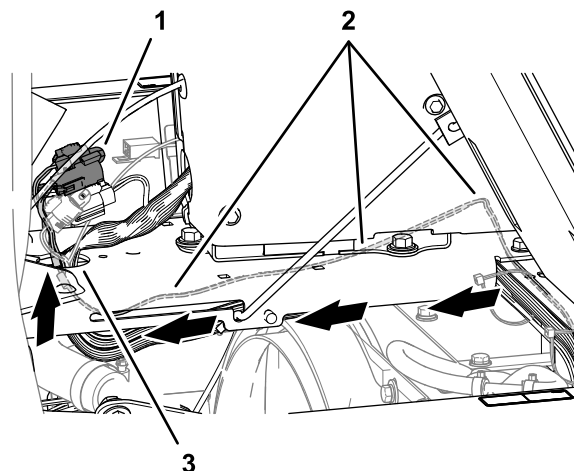

Figura 175
7. Enrute el arnés del Bus ISO-CAN por debajo de la base de la consola y junto al arnés de cables de la máquina (Figura 175).
8. Enrute el conector de 3 pines (marcado TO TORO CANBUS) y el conector hembra de 3 vías (marcado CAN PORT A) del arnés del Bus ISO-CAN por el orificio de la base de la consola (Figura 175).